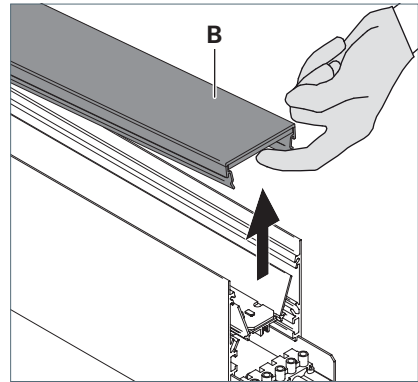

Fig. 12: Blende abnehmen.
- Nehmen Sie die Blende **B** an der Seite des direkten Lichtaustritts ab, siehe Fig. 12.